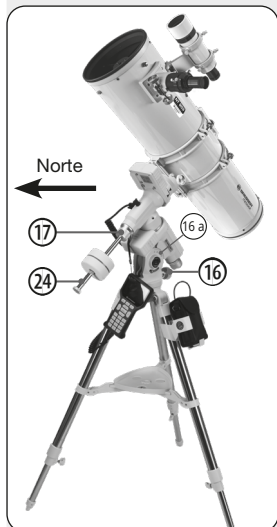

Fig. 24: Posición básica ecuatorial (vista lateral)
1. Afloje el bloqueo RA (17). Gire el tubo hasta que la barra de contrapeso apunte directamente hacia el suelo (Fig. 24).